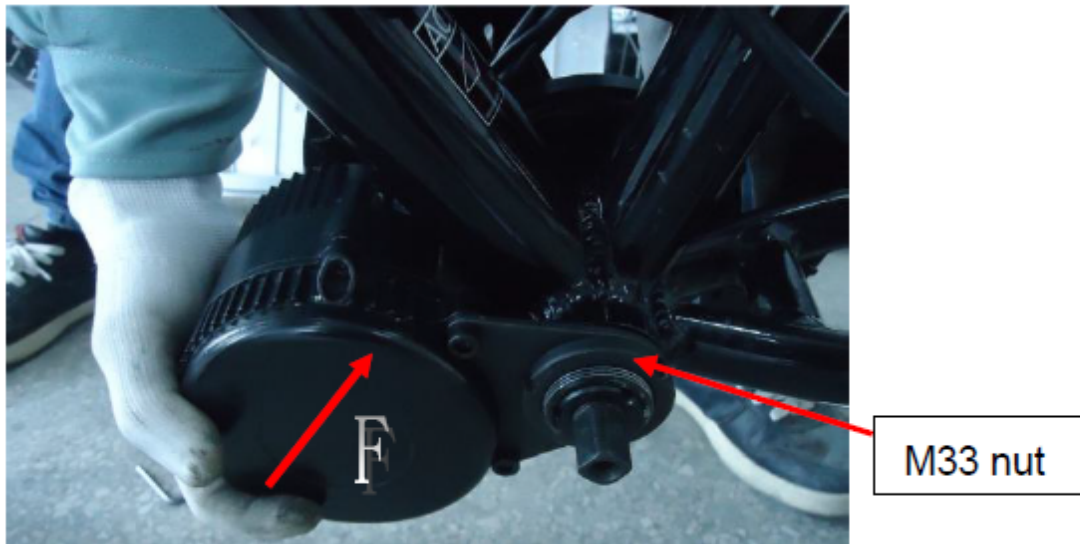

Bild 6
5. Halten Sie die Antriebseinheit in der Nähe vom Unterrohr, Kraftaufwand weniger als 5KG, schmale Mutter M33 auf Achsrohr mit Anzugskraft: 30-40N.m (siehe Bild 6)